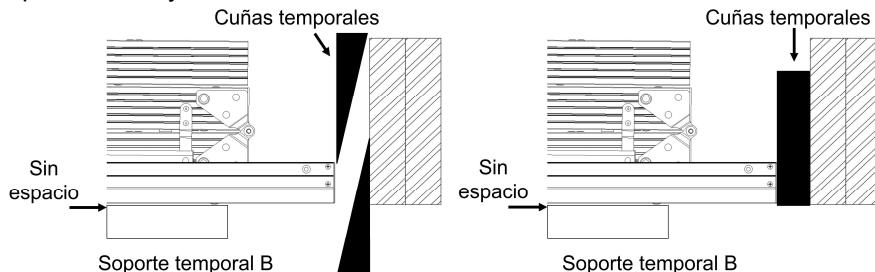
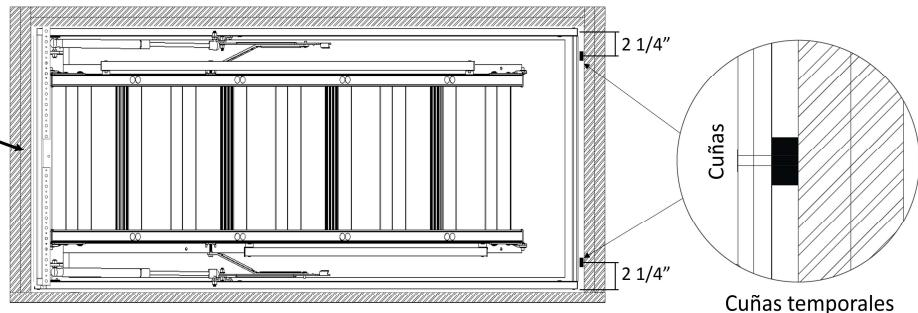

FIGURA 11 : COLOCACIÓN DE CUÑAS EN LA PIECERA
FIGURA 12 : POSICIÓN DE CUÑAS EN LA PIECERA
J. Instalador #1 y #2: Coloque cuñas temporales desde abajo y desde arriba entre el marco de aluminio y la abertura de techo en el extremo de la piecera para mantener el extremo opuesto (cabezal/bisagra) CENTRADO Y AJUSTADO CONTRA EL CABEZAL DE MADERA DE LA ABERTURA DEL TECHO. Ver **Figura 11**. Las cuñas temporales deben brindar un soporte uniforme para que el marco de aluminio no se tuerza ni se doble. Ver **Figura 12** para conocer la ubicación temporal de las cuñas en la piecera. Asegúrese de que la escalera del ático esté firmemente apoyada en los soportes temporales y que no se haya levantado.
M. Instaladores #1 y #2: Con el cabezal de la escalera del ático sostenido por las correas metálicas, ahora se puede asegurar el marco lateral del lado de la piecera. Vuelva a verificar que el cabezal esté apretado contra la tabla de la cabecera del ático y que las calzas temporales estén colocadas en la piecera de acuerdo con la **Figura 12** y que la escalera de ático no se haya levantado de los soportes temporales.